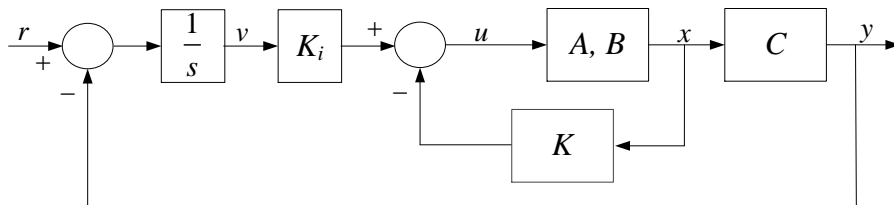

Figura 11.2 – Realimentação de estados com inserção de integrador.
- 2) Projete um controlador por realimentação de estados com integrador, conforme a figura 11.2, alocando os polos em malha fechada do sistema com a seguinte especificação:  $\xi = 0,707$  e  $\omega_n = 10$  rad/s. Escolha o polo do integrador em  $s = -10$ .